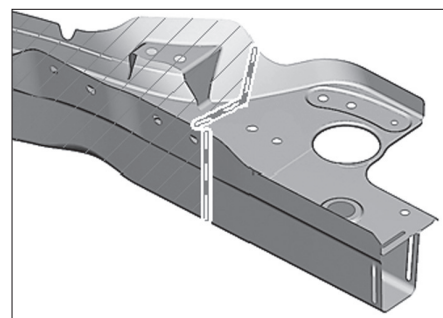

FIG. 16
- Préparer les zones d'accostage et couper la nouvelle pièce (Fig.16).